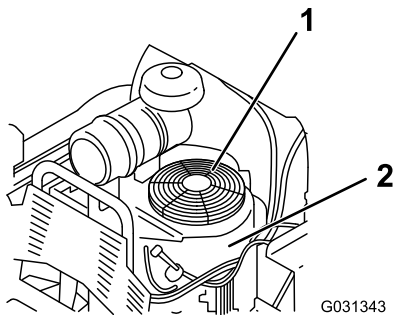

Bild 67
3. Entfernen Sie das Luftansauggitter und das Lüftergehäuse (Bild 67).
5. Setzen Sie das Luftansauggitter ein und bringen das Lüftergehäuse an (Bild 67).